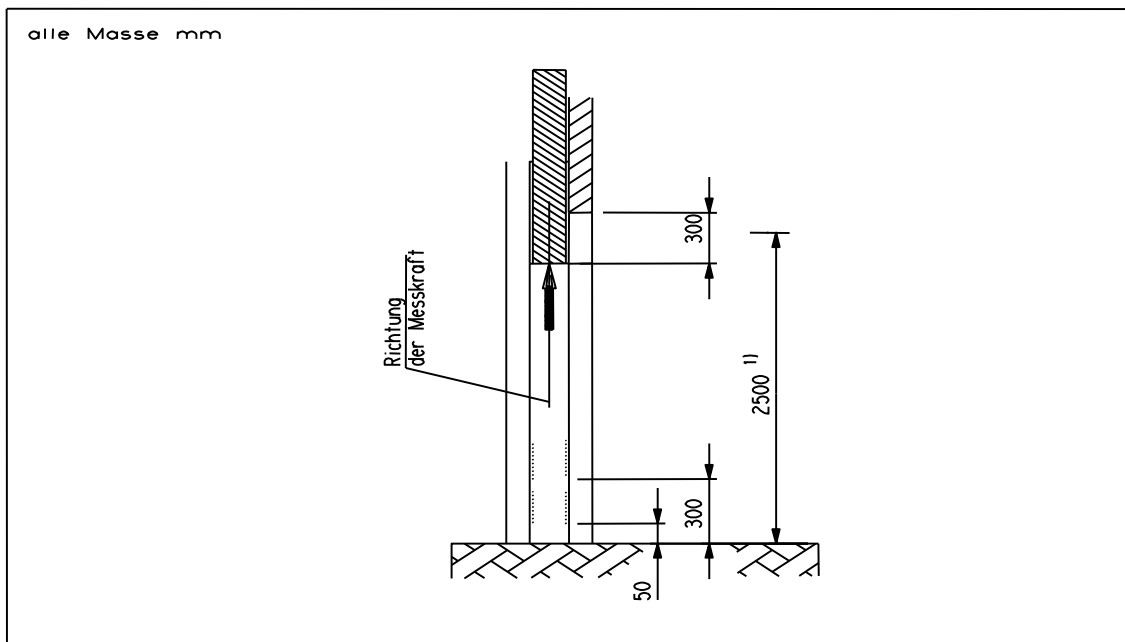

Figure 7: Largeur d'ouverture entre le chant d'une porte coulissant verticalement et les points de contact au sol.
- à une hauteur d'ouverture de 300 mm de l'ouverture maximum de la porte ou à une hauteur d'ouverture de 2500 mm dans le cas où l'ouverture totale serait de plus de 2800 mm. (fig. 7)